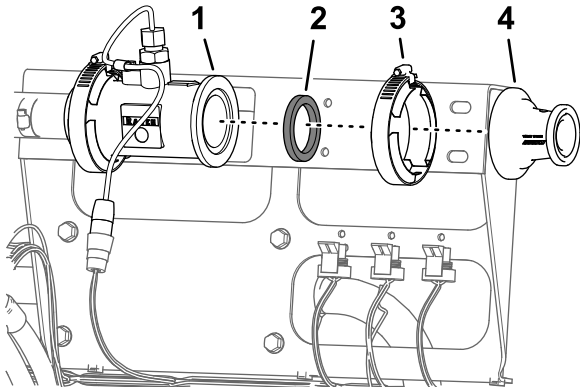

図 71
6. アダプタのフランジ部をフローメータのフランジに固定しているフランジクランプ51mmとガスケット38mmを取り外す 図 71。